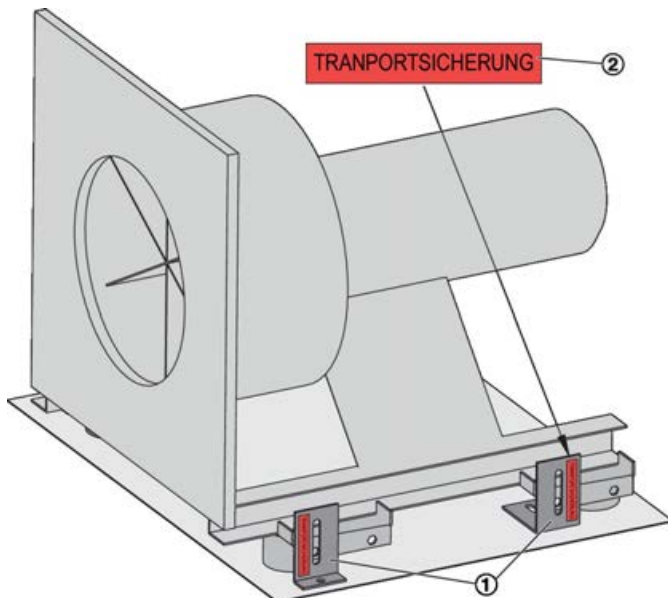

Abb. 11: Transportsicherungen
- 1 ▶ Am Ventilator die mit einem roten Aufkleber (Abb. 11 /2) markierten Winkel (Abb. 11 /1) demontieren.